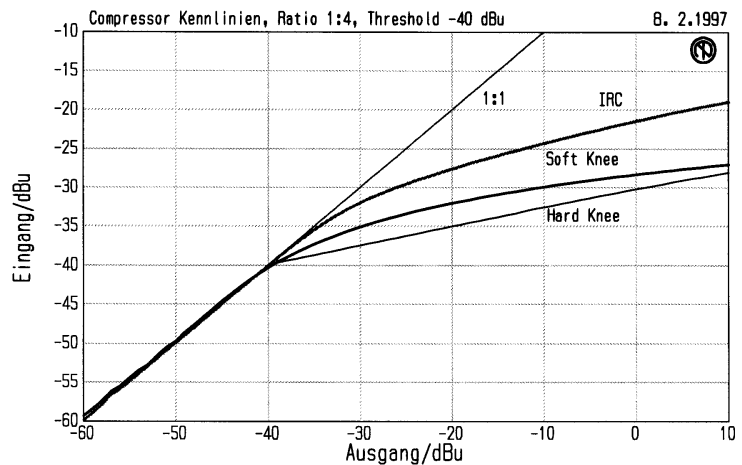

Bild 5 Ratiomessung an Compressor
**Bild 5** zeigt Amplitudensweeps an verschiedenen Compressoren. Deutlich zu sehen ist der unterschiedliche Übergangsbereich. Der klassische Compressor weist einen exakten Thresholdpunkt auf (hier -40 dBu), ab dem eine Pegelreduzierung mit dem jeweils eingestellten Ratio eintritt. In der Abbildung wurde ein Ratio von 4:1 gewählt, eine Erhöhung des Eingangssignals um 4 dB bewirkt demzufolge eine Erhöhung am Compressorausgang um 1 dB. Skaliert man X- und Y-Achse gleich (beispielsweise 5 dB/Div), kann man den Ratio direkt am Verhältnis der Teilungen X/Y ablesen. Außerdem läßt sich so auch die Skalierung von Threshold und Ratio auf der Frontplatte des DUT überprüfen.